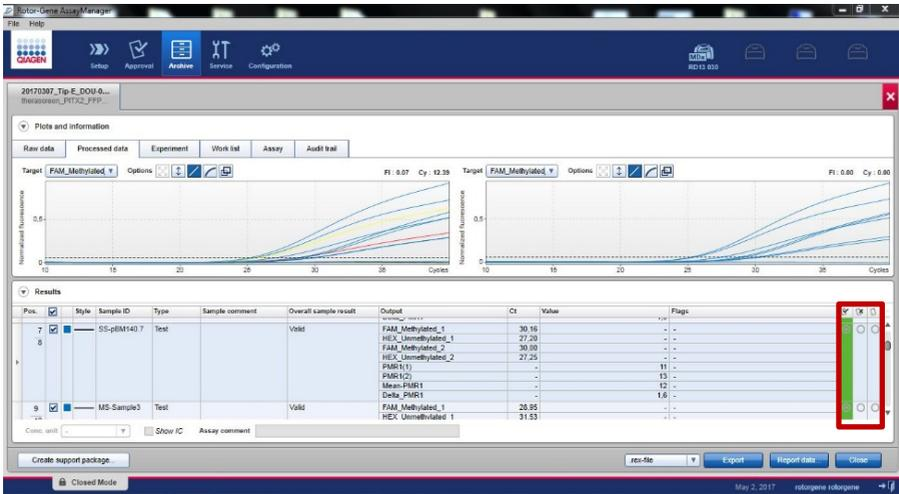

Abbildung 13. Prüfen der Amplifikationskurven.
3. Prüfen Sie die Amplifikationskurven jeder Probe und aktivieren Sie das erste Optionsfeld rechts neben der Spalte „Flags“ (Markierungen). Das Feld wird daraufhin grün angezeigt (Abbildung 13).